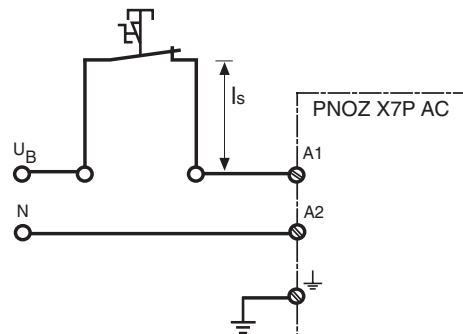

Fig. 4: Leitungslänge l_s der Stichleitung/Cable length l_s of the branch line/Longueur câblage l_s en dérivation
- Stichleitung (s. Fig. 4): max. Länge der Stichleitung l_s und max. Kabelkapazität C_L in Abhängigkeit der Versorgungsspannung U_B :
- branch line (Fig. 4): max. length of the branch line l_s and max. capacity will depend on the supply voltage U_B :
- Câblage en dérivation (v. Fig. 4): long. max. de la dérivation l_s et capacité max. dépend de la tension d'alimentation U_B :